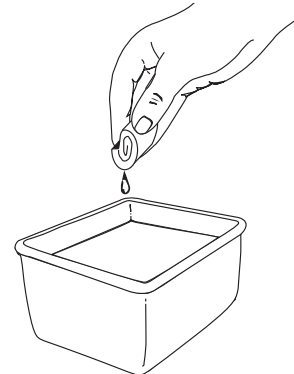

Fig. 33
- Lave el filtro con agua y detergente (Fig. 33). Enjuague bien el filtro y déjelo secar.